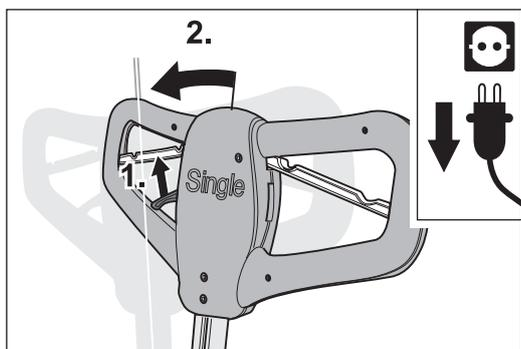

Abb. 13 Ziehen des Verstellhebels um die Verriegelung zu lösen (1.) und hochstellen des Stieles bis zum Anschlag (2.).
- 3 Ziehen Sie den Verstellhebel am Griff zu sich, um die Verriegelung des Stieles zu lösen und stellen Sie den Stiel über die senkrechte Position hinaus bis auf Anschlag (Abb. 13).